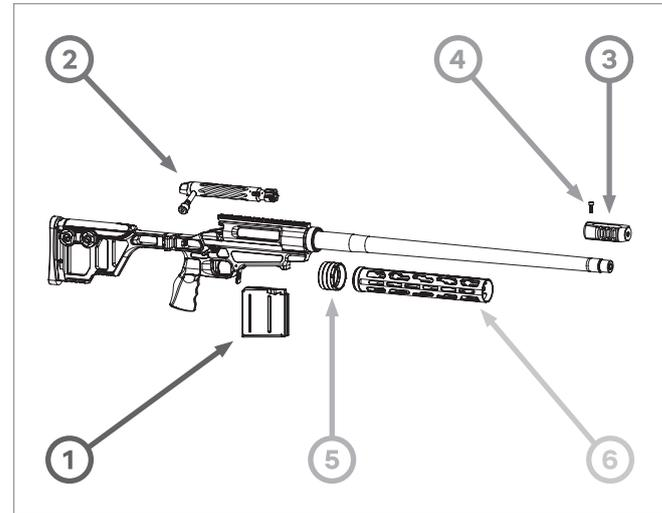

РИС. 71
- ▲ извлеките магазин (поз. 1, РИС. 71);
- ▲ извлеките затвор (поз. 2, РИС. 71);
- ▲ отверните и снимите ДТК (поз. 3, РИС. 71), предварительно ослабив винт (поз. 4, РИС. 71);
- ▲ отверните гайку (поз. 5, РИС. 71) вместе с цевьём (поз. 6, РИС. 71) с помощью специального ключа (см. п. 10 Модульность и РИС. 64).